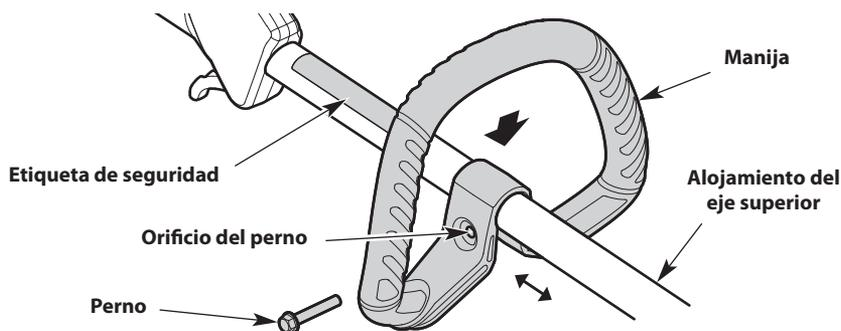

Fig. 8
1. Oprima la manija hacia abajo sobre el alojamiento del eje superior (Fig. 8). Asegúrese de que el orificio del perno mire hacia la derecha (Fig. 8).
2. Inserte el perno en el orificio del perno y oprímalo para que pase a través de él (Fig. 8). Ajuste el perno con un destornillador de cabeza plana, pero no lo ajuste completamente.
3. Mantenga la unidad en la posición de funcionamiento (Fig. 14). Mueva la manija hacia arriba o abajo del alojamiento del eje superior hasta que esté en una posición cómoda (Fig. 8). Compruebe que la manija esté ubicada más allá del extremo de la etiqueta de seguridad (Fig. 8).
1. Afloje el perno con un destornillador de cabeza plana (Fig. 8).
2. Mantenga la unidad en la posición de funcionamiento (Fig. 14). Mueva la manija hacia arriba o abajo del alojamiento del eje superior hasta que esté en una posición cómoda (Fig. 8). Compruebe que la manija esté ubicada más allá del extremo de la etiqueta de seguridad (Fig. 8).